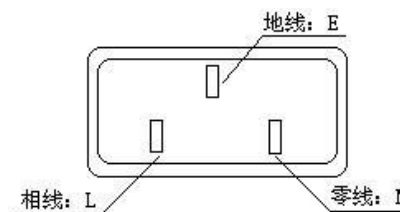

图 3.1.1
- (1) 电源电压 220V±10% 频率：50Hz±5 % 60 Hz
- (2) 工作条件：温度：0℃~40℃，相对湿度：< 80%RH
- (3) 储存条件：温度：-10℃~70℃；相对湿度：< 70%RH
- (4) 功率：小于 30 W。
(5) 电源的相线 L，零线 N，地线 E 应与本仪器电源插头相同，如图 3.1.1。同时地线 E 应可靠接地，否则仪器表面可能会有漏电现象！
(6) 仪器打开后，需预热 20 分钟，然后进行测量，以保证测量精确度。
(7) 电源插座不能与大功率电气设备共用一个插座，以免干扰仪器工作或电冲击而损坏仪器。